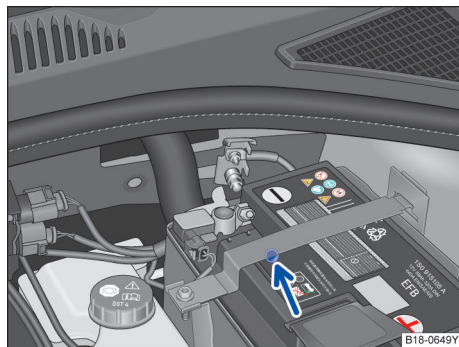

图 138 汽车蓄电池上侧的视窗（示意图）
- 为在发动机舱中作业准备好汽车 → 图 138。
- 打开发动机舱盖 ▲ → 图 138。
为了能清楚地识别汽车蓄电池上面圆形视窗内的颜色指示→ 图 138（箭头），请准备充足的照明。切勿用明火或闪烁着火星的物品作为照明。